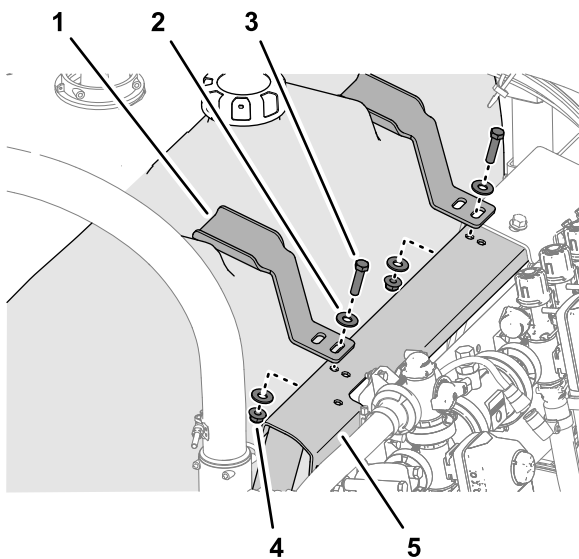

図 16
1. すすぎタンク上部についている突起に固定ブラケットを合わせる図 16。
2. 固定金具のスロットを、バルブマウントの穴に合わせる図 16。
3. 固定金具をバルブマウントに仮止めする図 16 **すすぎタンクを取り外す (ページ 6)**で取り外したボルト $\frac{3}{8}$  x  $1\frac{1}{2}$ "1本、ワッシャ $\frac{3}{8}$ "2枚、フランジロックナット $\frac{3}{8}$ "1個を使用する。
4. すすぎタンク用のもう1つの押さえ金具についても13の作業を行う。図 16